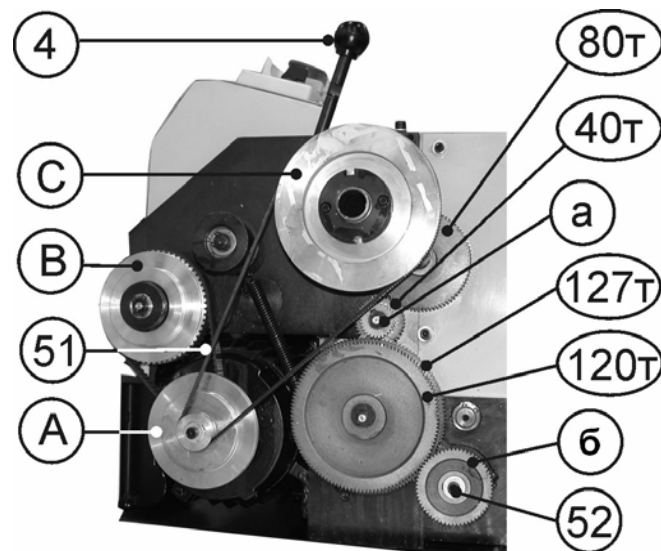

Рис.19
10.4.5. Откройте защитный кожух гитары (2), как указано в п.9.3.2. По таблице 2 установите необходимые шестерни (а) и (б), Рис.19 и закройте защитный кожух (2) (п.9.3.2).
10.4.6. Пользуясь таблицей 2 инструкции или таблицей (49), Рис.18, установите необходимые шестерни (а) и (б), Рис.19 (См. п. 10.6.5-10.6.10).
10.4.7. При включенном станке, вращая ручку переключения скорости автоматической подачи (33), Рис.18, можно менять скорость автоматической подачи. Например, при установке шестерёнок, а=28Т и б=56Т, Рис.19, в положение С ручки переключения скорости автоматической подачи (33) – скорость подачи равна 0,11мм. на один оборот шпинделя. При установке ручки переключения скорости автоматической подачи (33) в положение А – скорость подачи равна 0,22мм. на один оборот шпинделя и т.д., Рис.18.
При каждом перемещении ручки переключения скорости автоматической подачи (33) необходимо рычаг натяжения ремня (4) привести в крайнее положение от себя, Рис.19.
10.5.2. Переставляя клиновой ремень (51) на шкивах А,В,С в положения 1,2,3 согласно таблице 3, можно ступенчато изменять скорость вращения шпинделя – 100; 250; 350; 500; 900 и 1800 об/мин. (Рис.19 -А,В,С - шкивы). Например, при установке клинового ремня (51) на шкивах В,С в положении 1– скорость вращения шпинделя равна 100 об/мин., а в положении 3 - 500 об/мин. и т.д., Рис.19.
10.6.4. Комбинации использования шестерен для нарезания резьбы указаны в таблиц 4 и на Рис.19:
- См. Рис. 19
10.6.5. Отвинтите крепёжный болт (52), закрепляющий шестерню (б) и снимите стопорную шайбу шестерни (а), Рис.19.
10.6.6. Осторожно снимите шестерни, чтобы сохранить на месте шпонки на валах, и установите необходимые шестерни (а) и (б). Количество зубьев на каждой шестерне промаркировано. Установите крепежный болт (52) шестерни (б) и стопорную шайбу шестерни (а), Рис.19.
10.6.8. Положение шестерен 120Т и 127Т для метрической резьбы показано на Рис. 19.
10.6.9. Для нарезания дюймовой резьбы поменяйте местами шестерни 120Т и 127Т, Рис. 19.